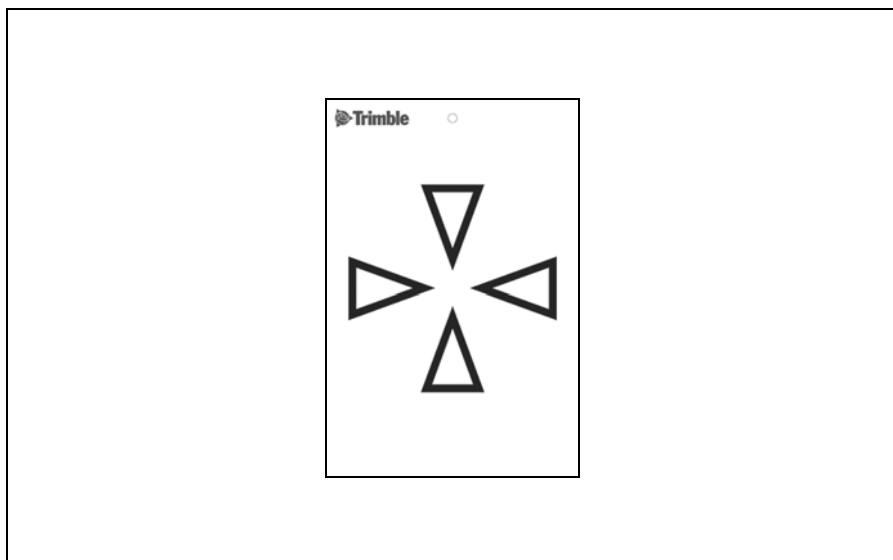

Рис. 4.21. Пластина для юстировки лазера
1. Установите пластину для юстировки лазера на расстоянии 25–50 м, направив ее на тахеометр Trimble S3, См. рис. 4.21